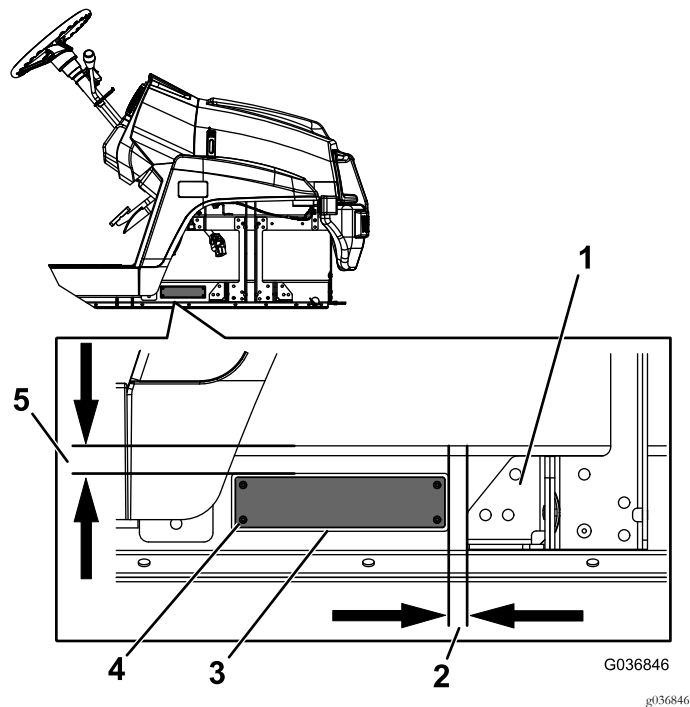

Bild 9
1. Befestigen Sie das Typenschild mit vier Nieten an der in Bild 9 abgebildeten Position.